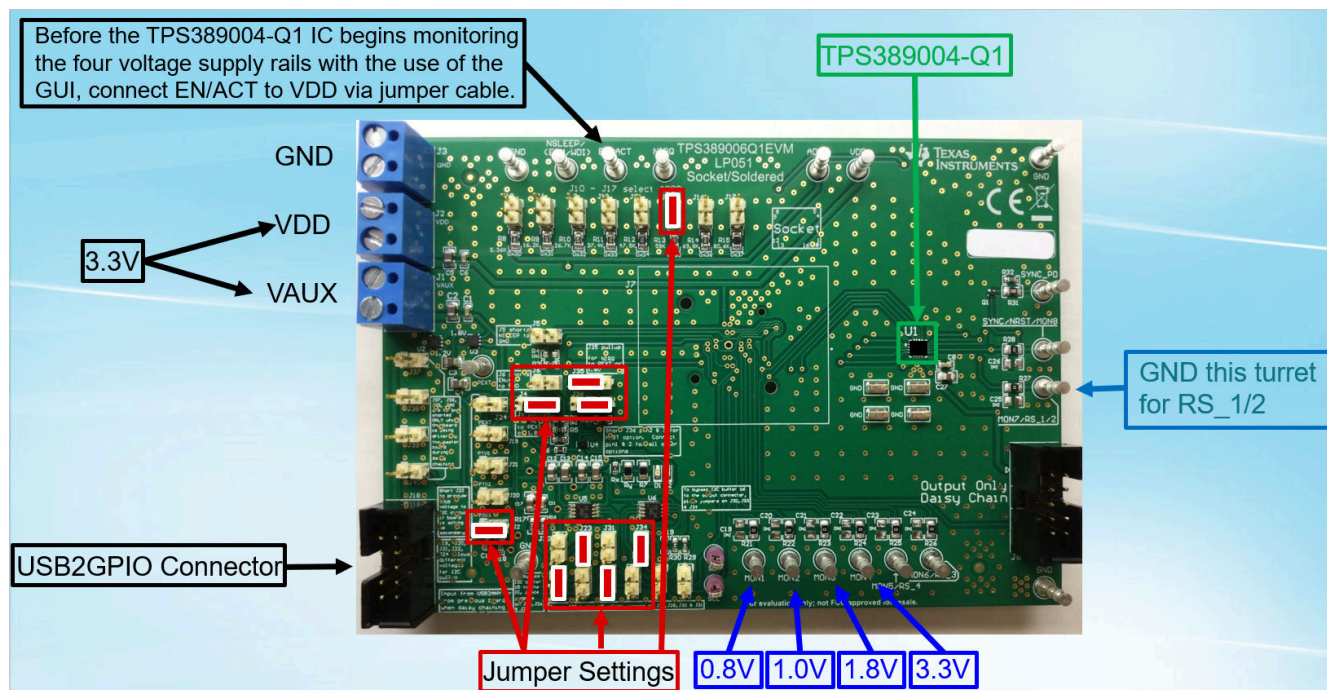

图 4-16. TPS389006Q1EVM 监控四个电压电源轨
下面的示例显示了一个 TPS389004-Q1，用于监控 TPS389006Q1EVM 上的四个电压电源轨。在评估 TPS389004-Q1 之前，请遵循节 4.1.1 和节 4.1.2 中的步骤。在此示例中，TPS389006Q1EVM 设置为在 ACT 引脚置为有效后监控多个电源轨。下面的图 4-16 显示了如何设置 TPS389006Q1EVM 来监控四个电压电源轨。
3. 验证 TPS389006Q1EVM 上的跳线设置 (在图 4-16 中以红色突出显示) 是否已设置。
6. 最终连接必须类似于图 4-16。